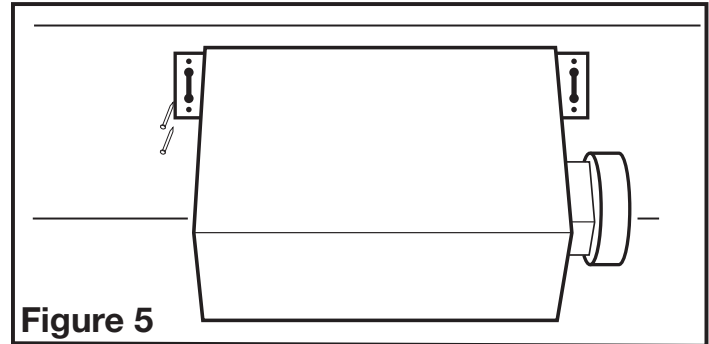
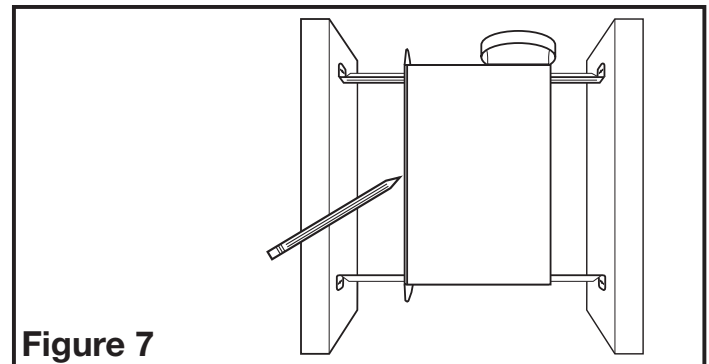

Figure 5
Figure 7
- Installation des Onglets de montage :** Aligner le châssis pour qu'il soit à effleurement avec le plafond fini. Positionner le ventilateur pour que les onglets reposent à plat contre la solive et fixer en place à l'aide de quatre (4) clous (non-comprisés) pour assurer une bonne installation (Figure 5).
- Installation des onglets de montage :** Positionner le châssis contre la solive et tracer un contour du châssis sur le matériau du plafond (Figure 7). Mettre le châssis de côté et découper l'ouverture, en prenant soin de ne pas couper de câble électrique dissimulé ou autre utilité. Placer le châssis près de la solive et vous assurer qu'il soit à effleurement avec le plafond fini. Fixer avec quatre (4) clous (non-comprisés) pour assurer une installation adéquate (Figure 5).